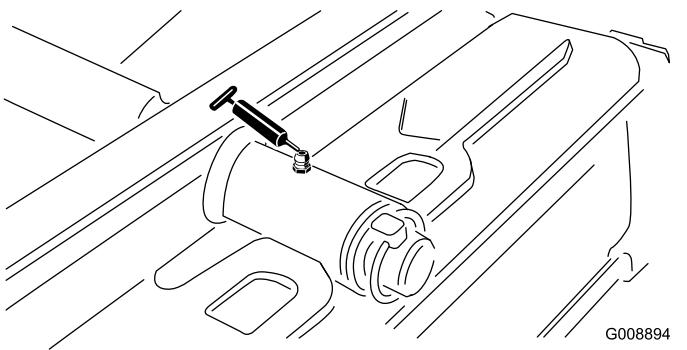

Figura 60
- Perno dell'apparato di taglio posteriore (Figura 60)